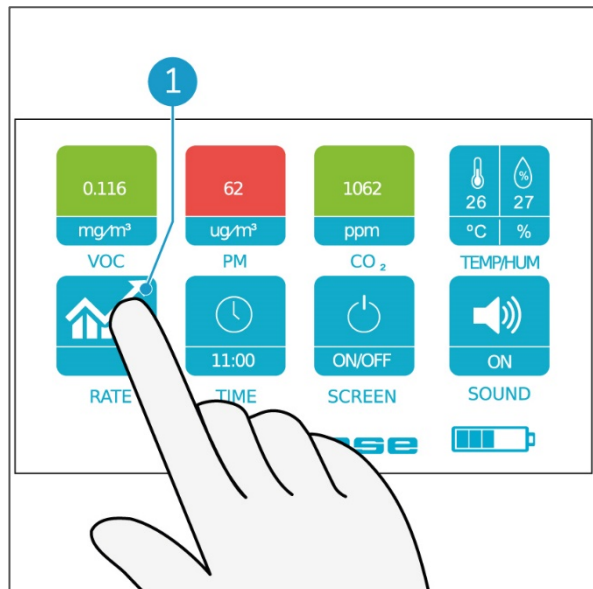

Figura 18
1. Toca con el dedo el botón RATE (Figura 18, pos. 1).